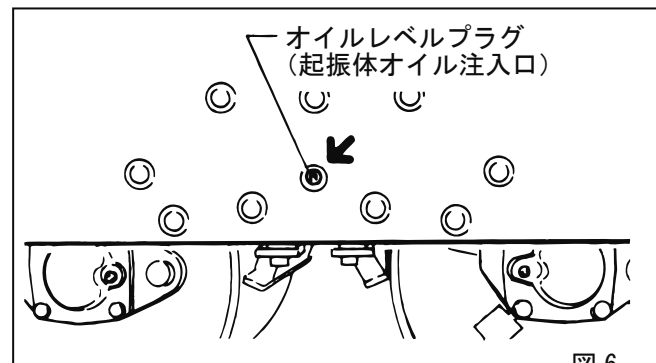

図 6
- 起振体ケースからオイル漏れが無い点検します。オイル漏れしている場合は、サイドプレートにあるオイルレベルプラグを外し、オイル量を確認してください。(図6)